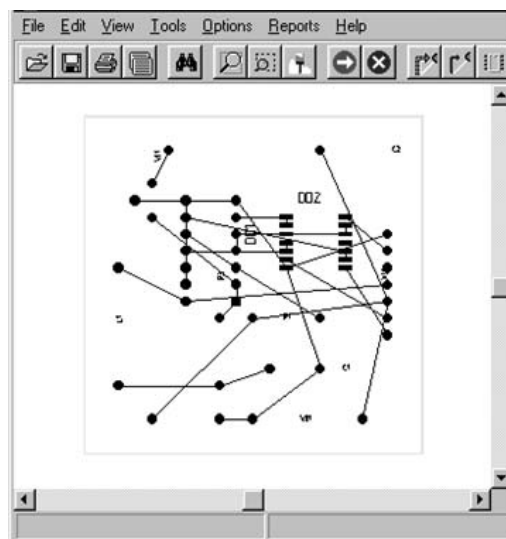

Рис.8.2.2
- Для запуска программы **Shape Router** нажать кнопку **Start**. Откроется окно трассировщика и программой выдается файл с расширением .prf (рис.8.2.2).